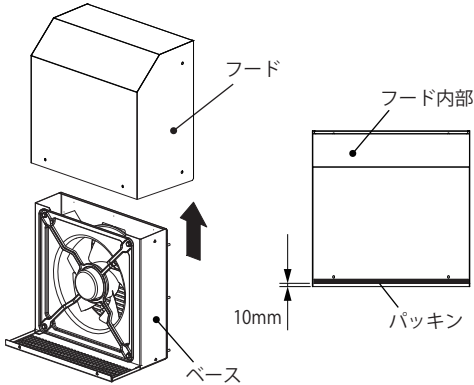

図 2
2. フードを持ち上げ、ベースから取外してください。(図 2)